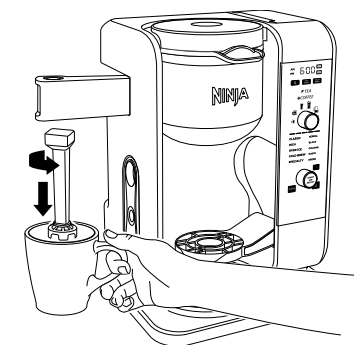

Fig. 21
- 5 Puede retirar fácilmente la batidora de espuma girándola en sentido horario. Para evitar derrames, mantenga la batidora dentro de la taza y transpórtela hasta el lavabo o lavavajillas para limpiarla (Fig. 21).